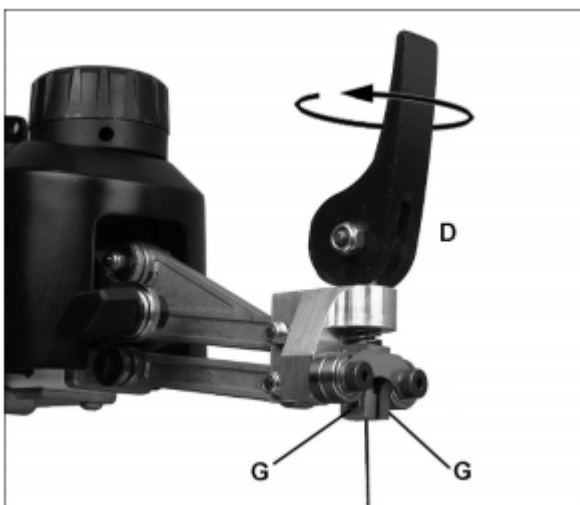

Рис. 16
- Натяжение пилки можно увеличить путем поворота рукоятки (D, Рис. 16) на один оборот по часовой стрелке.
- Закрутите установочные винты (G) по часовой стрелке с помощью 3 мм шестигранного ключа, чтобы уменьшить зазор между поверхностями зажима.
Сначала проверьте, что установочные винты (G, Рис. 16) выступают в зону зажима на одинаковое расстояние. При необходимости отрегулируйте.